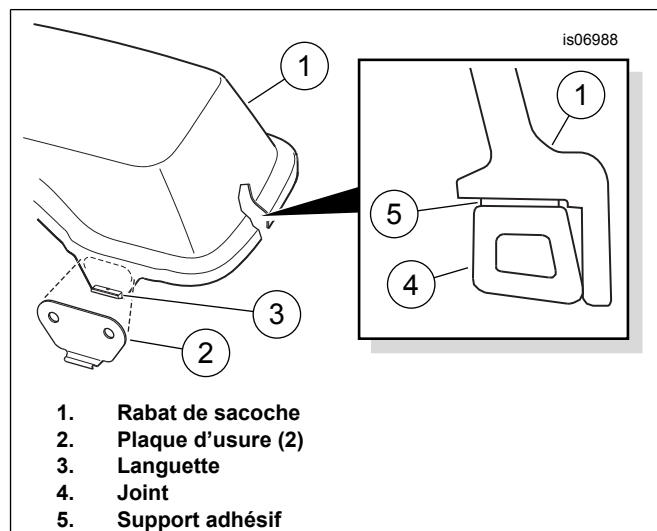

Figure 3. Assembler les plaques d'usure et le joint sur le rabat de sacoche
2. Voir Figure 3. Retirer la doublure du support adhésif de l'une des plaques d'usure (2). Positionner avec précaution la plaque d'usure sur le rabat de sacoche (1), en la centrant sur la patte (3), et appuyer fermement pour l'installer. Immobiliser la plaque d'usure en exerçant une pression constante pendant une minute environ. Répéter avec la deuxième plaque d'usure sur l'autre extrémité du rabat.
- Orienter le joint avec le **bord long** dirigé vers la lèvre externe du rabat, tel qu'illustré dans Figure 3.
4. Retirer graduellement la doublure du support adhésif (Figure 3, élément 5) du joint du rabat de sacoche (4) étant donné que le joint est appuyé en place autour du périmètre intérieur du rabat (1) tel qu'illustré.